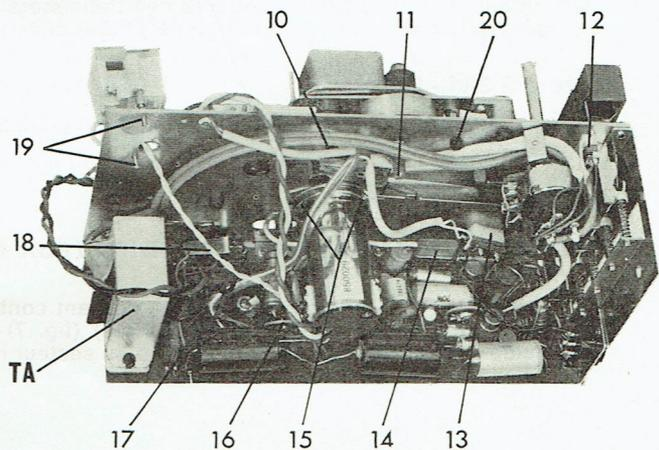

Fig. 3
Pour démonter le moteur, il faut d'abord dessouder les câbles et dévisser ensuite les deux vis (10) fixant le collier (15) qui contient l'amortisseur en caoutchouc constituant la suspension élastique du moteur (fig. 3)
Desserrer d'environ trois tours la contrepointe (11) du volant (fig. 3). Oter les deux vis (10) qui, du dessous, maintiennent le groupe tête magnétique. Oter la roue intermédiaire (4) soulever le groupe et dégager le volant. Remplacer avec le plus grand soin le nouveau volant. Ceci fait, remonter le groupe et procéder à un nouveau réglage du serrage du volant (page 3 - parag. 2) et à un nouvel alignement de la tête.
- Mauvais contact de la lamelle (18) de la prise d'alimentation intérieure
- Court-circuit interrupteur (12) sous la touche «arrêt» (fig. 3)
- Court-circuit interrupteur (13) sous la touche enregistrement (fig. 3)